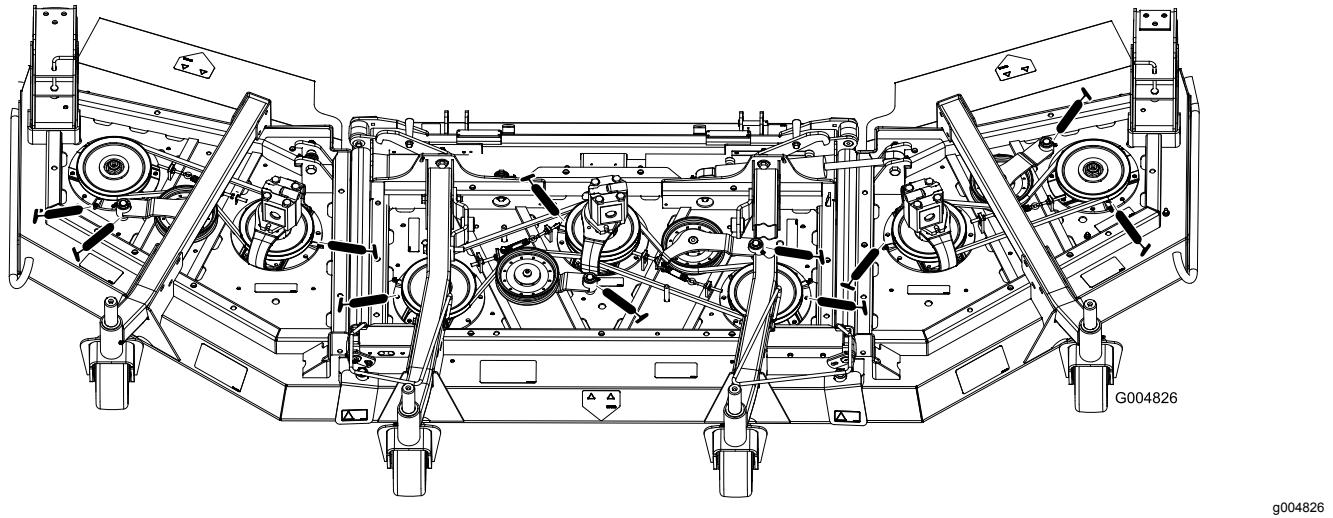

**Figure 63**
- 2 bagues d'axe de fourche de roue pivotante (Figure 63)